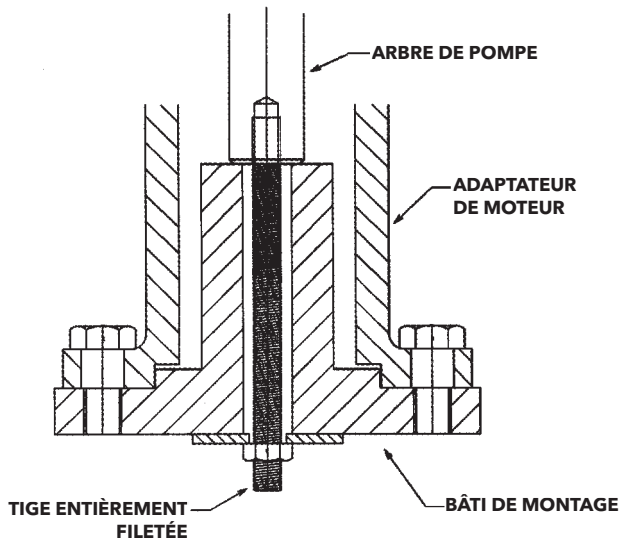

Figure 4 — Bâti de montage
- a) Fixer le bâti de montage submersible au côté moteur de l'adaptateur de moteur (v. fig. 4). S'assurer d'employer le bâti convenant aux dimensions de la carcasse du moteur prévu pour la pompe.